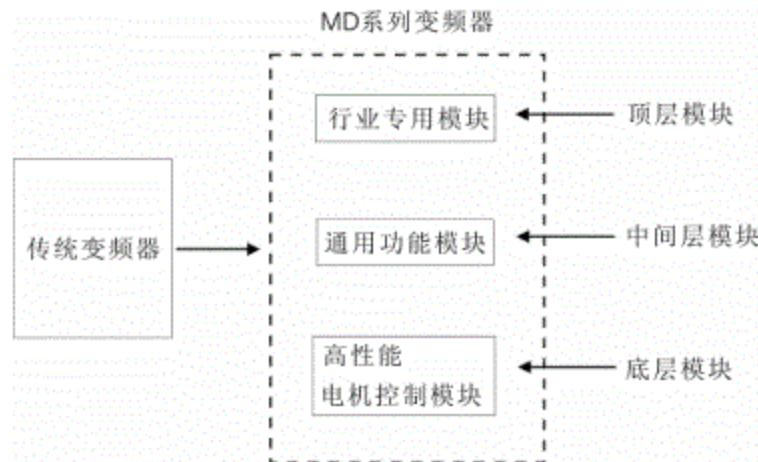

图1 传统变频器与MD系列模块化变频器比较
- 1) 它首创了新一代变频器三层模块化的结构标准，如图1所示；
- 2) 它首创了将用户需求进行电机驱动、通用功能和专用功能等主模块及各种子模块划分的物理标准，如图1所示；